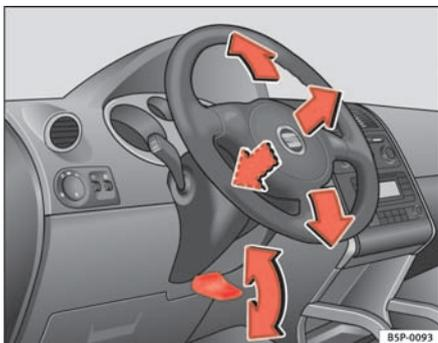

Fig. 128 Réglage de la position du volant de direction
- Basculez le levier \Rightarrow fig. 128 situé sous la colonne de direction vers le bas \Rightarrow ⚠.